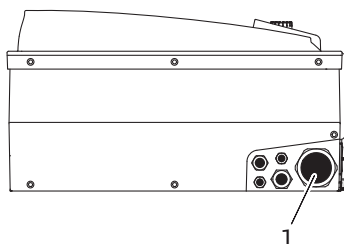

Fig. 23: Kabelforskruning M25/M40
- Nettilslutningsledningen skal føres gennem kabelforskruning M25/M40 (fig. 23, pos. 1)